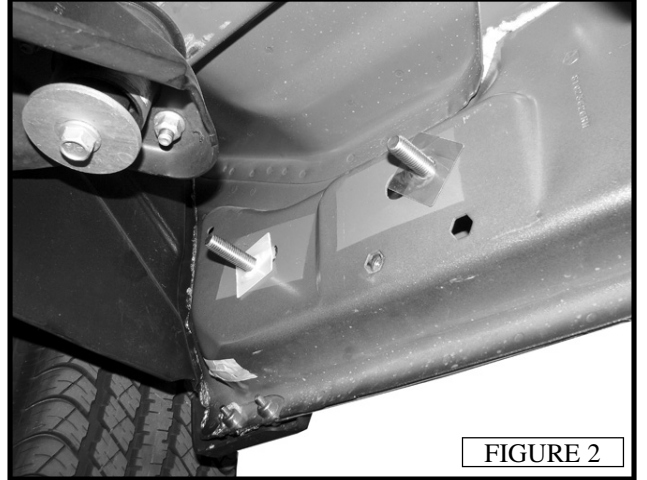

FIGURE 2
4. Partially thread (1) M11 plastic retainer to (1) M12 stud plate, then insert it into the most frontal slot. Tighten the plastic retainer so the stud plate is secure. (FIGURE 2)
7. Unscrew the vehicle's body mount bolt located to the left of the mounting bracket. Attach (1) mount support bracket between the body mount and body mount bolt assembly. (FIGURE 2)
4. Fileter partiellement (1) arrêtoir M11 à (1) plaque à goujon M12, puis l'insérer dans la fente 1 a plus frontale. Serrer l'arrêtoir pour que la plaque à goujon soit solidement fixée. (FIGURE 2)
7. Dévisser le boulon de support de la carrosserie du véhicule situé sur la gauche du support de fixation. Attacher (1) support de fixation entre le support de la carrosserie et le boulon de support de l'assemblage de la carrosserie. (FIGURE 2)